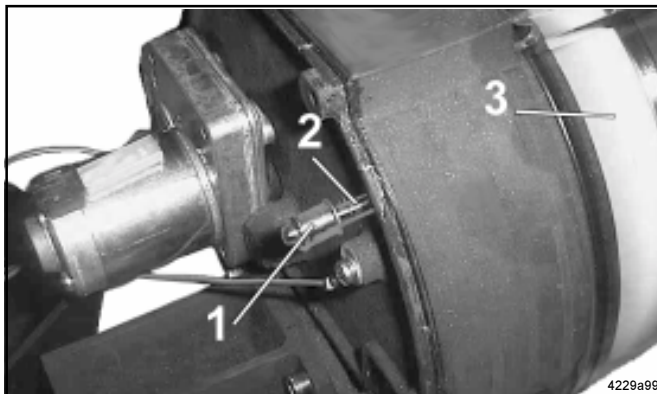

Abb. 27 - Teile der Leermeldung
- Die Folgeplatte 3, Abb. 27 des Behälters bewegt den Stift 2 mit dem Magneten 1 an der Steuerplatine vorbei und löst die Leermeldung aus.